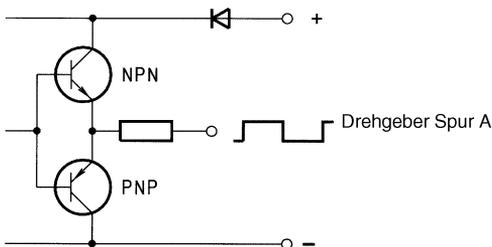

Bild 4.12 Prinzipschaltbild HTL-Ausgangsschaltung
(1) Eine Auswertung des Drehgebers erfolgt nur in der Regelungsart FOR. Hinweise zum Drehgeber, siehe Bild 4.12 oder Kapitel 6.3.1 „_79EN-Drehgeberauswertung“
An den Klemmen X2:11 und X2:12 kann ein HTL-Drehgeber (siehe Bild 4.12) angeschlossen werden.
(1) Eine Auswertung des Drehgebers erfolgt nur in der Regelungsart FOR. Hinweise zum Drehgeber, siehe Bild 4.12 in Kapitel 4.3.4 "DRV_4" oder Kapitel 6.3.1 "_79EN-Drehgeberauswertung"